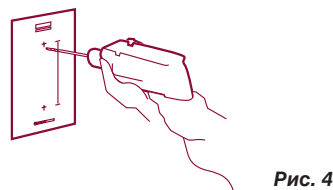

Рис. 4
- Приклейте самоклеящийся шаблон к стене; с помощью дрели и пробойника диаметром 5 мм просверлите в стене отверстия в точках, обозначенных на шаблоне (рис. 4).